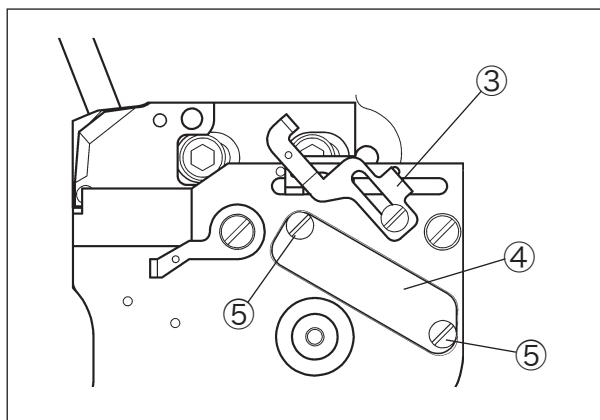
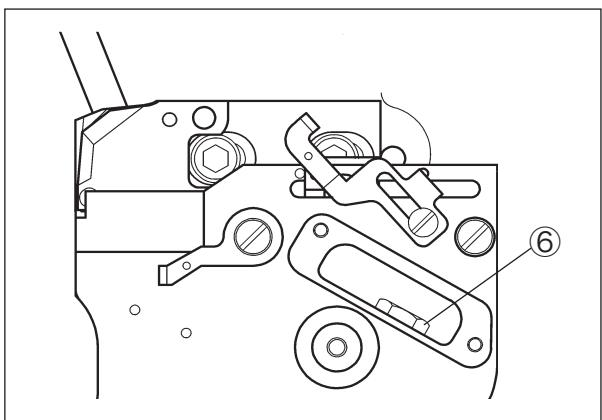

図 6-28
図 6-29
- (2) 下ルーパ糸道③を補助ルーパ台カバー④より回避させる。(図 6-28)
- (3) 止ネジ⑤を取り外す。
- (4) 補助ルーパ台カバー④を取り外す。
- (5) 止ネジ⑥を緩めて調節する。(図 6-29)